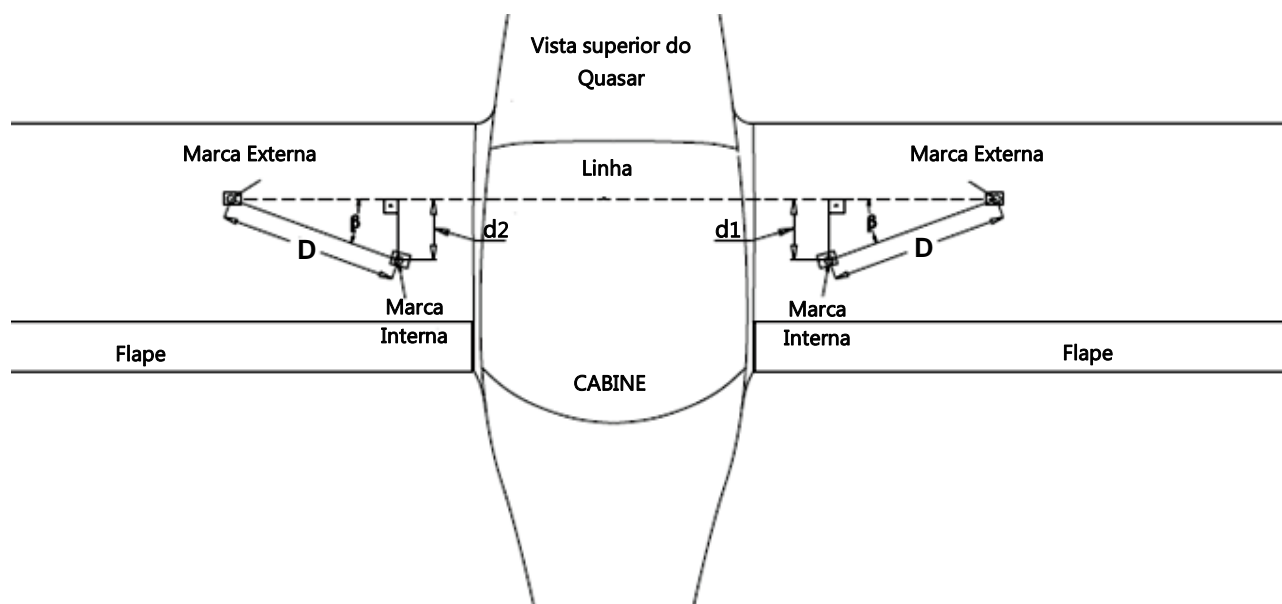

Figura 32.10.16 – Diagrama das marcas realizadas no solo – abaixo da asa.
As marcações dos dois eixos, esquerdo e direito, gerarão uma figura semelhante à figura 32.10.16. As distancias d1 e d2 mostradas nesta figura não representam sua ordem de grandeza em relação a distancia D entre as marcações na ferramenta AA-32-40-400-3T, por questões de visibilidade;
8. Dispor e fixar uma linha fina entre as marcas externas mostradas na figura 32.10.16;
9. Medir, com auxilio de régua milimetrada ou paquímetro, as distancia d1 e d2, perpendiculares a linha ilustrada na figura 32.10.16;
10. Medir a distancia D entre a marca interna e externa, também indicada na figura 32.10.16;
11. Calcular o ângulo β mostrado na figura 32.10.16;